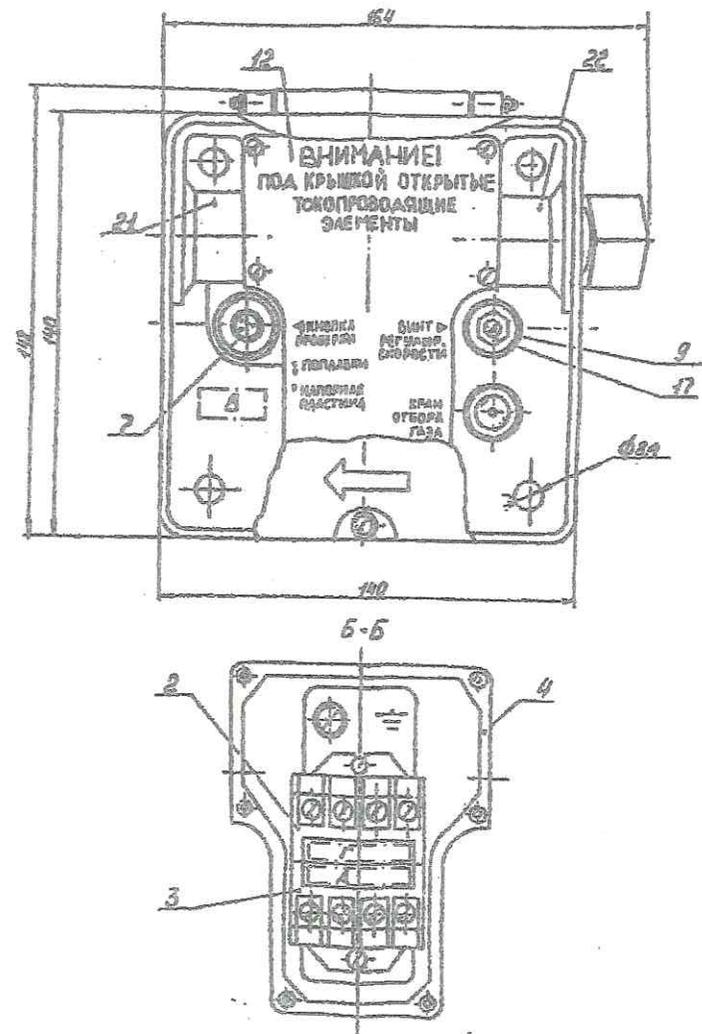

Рисунок 4 — Блок контактный реагирующий БКР2
5.7. Для взятия пробы газа необходимо (см. рисунок 4):